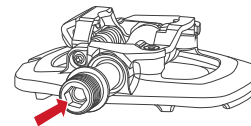

Abbildung 1. Sechskantschraube an der Pedalachse
3. Setze einen 8 mm Sechskantschlüssel an der Rückseite der Pedalachse an (Abbildung 1), und schraube die Pedale mit einem Anzugsmoment von 40-43 Nm in die Kurbelarme ein.